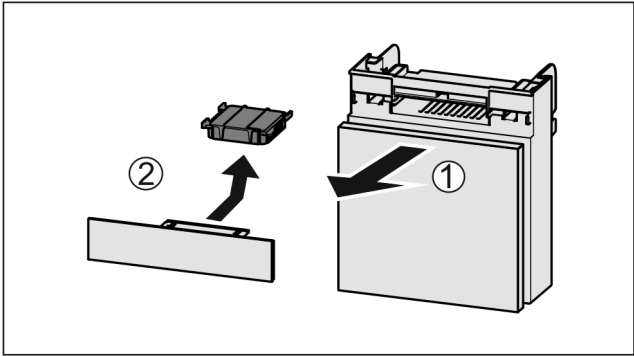

Fig. 98
- ▶ 向前拉出 Fig. 98 (1)抽屉。
- ▶ 取出 Fig. 98 (2)活性炭过滤器。